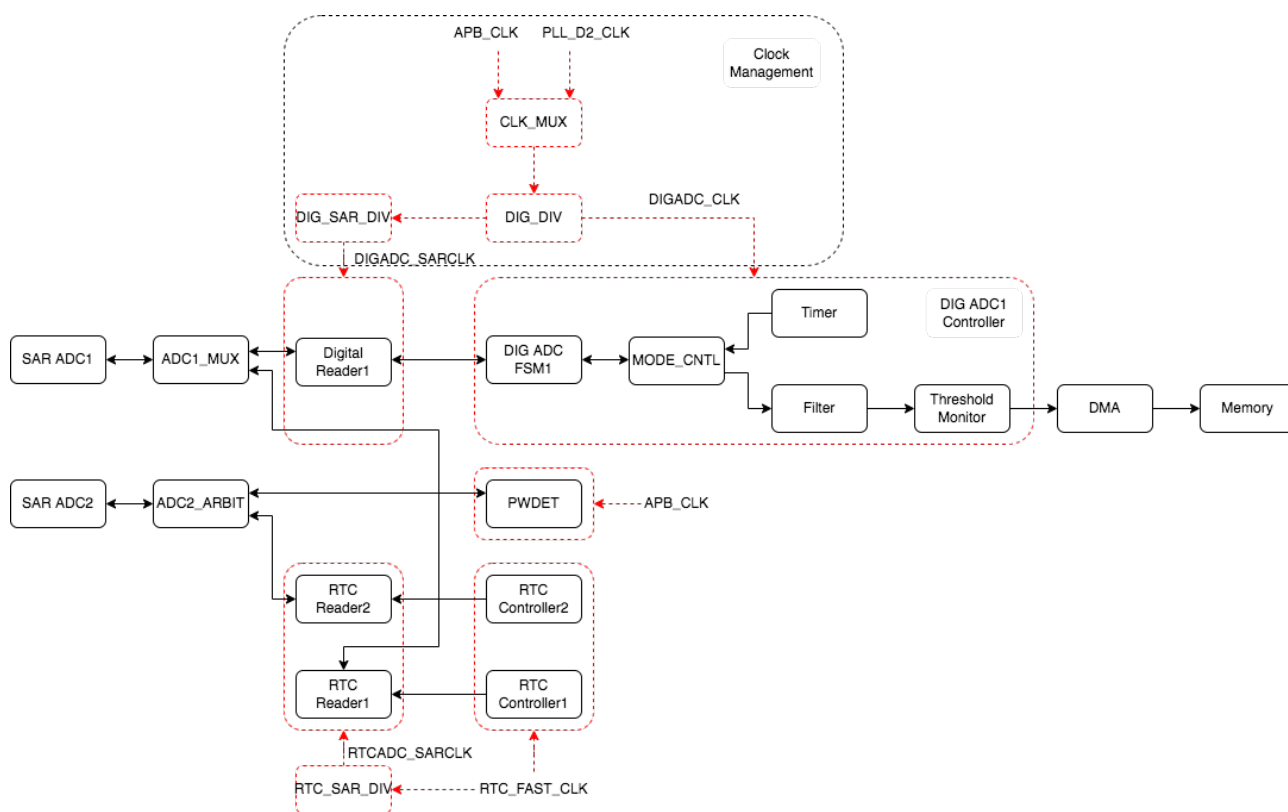

图 39.3-2. SAR ADC 的功能概况
- 四个控制器均配有独立的 ADC Reader 模块，见图 39.3-2
SAR ADC 的主要元件与连接情况见图 39.3-2。
如图 39.3-2 所示，SAR ADC 模块主要包括以下部分：